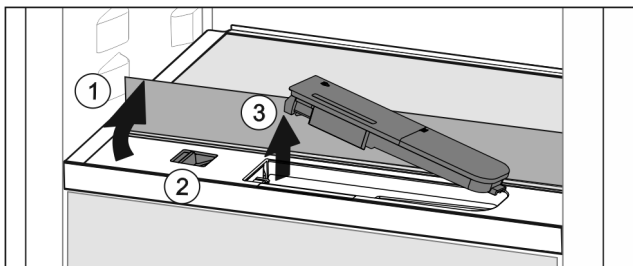

Fig. 150
- ▶ Soulever la tablette et la rabattre vers l'arrière jusqu'à la butée Fig. 150 (1).
- ▶ Pousser le curseur Fig. 150 (2) vers la gauche.
- ▶ Sortir le filtre à eau Fig. 150 (3).